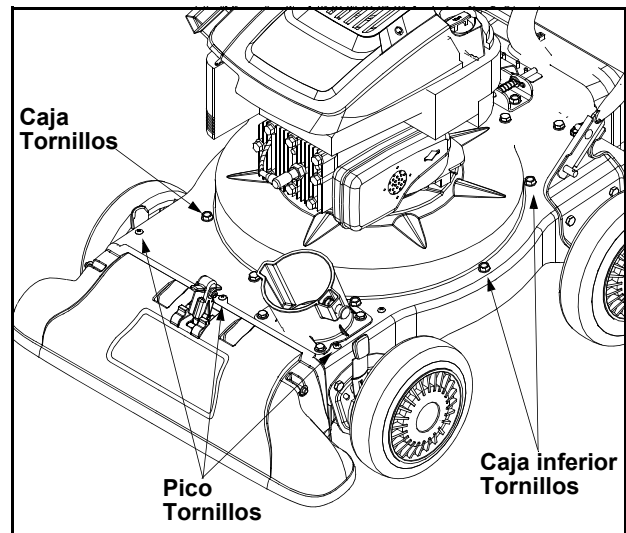

Figura 17
- Quitar los tres tornillos en la carcasa superior que sujetan la cubierta de la boquilla y los nueve tornillos que sujetan la carcasa inferior a la superior. Ver la Figura 17.